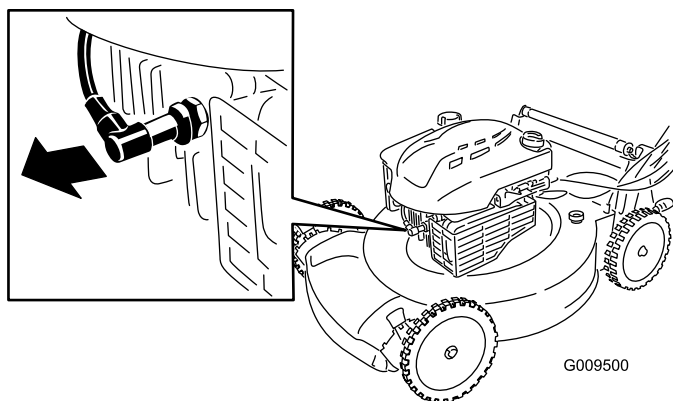

Bild 25
2. Ziehen Sie das Zündkabel von der Zündkerze (Bild 25) ab, bevor Sie Wartungsarbeiten ausführen.